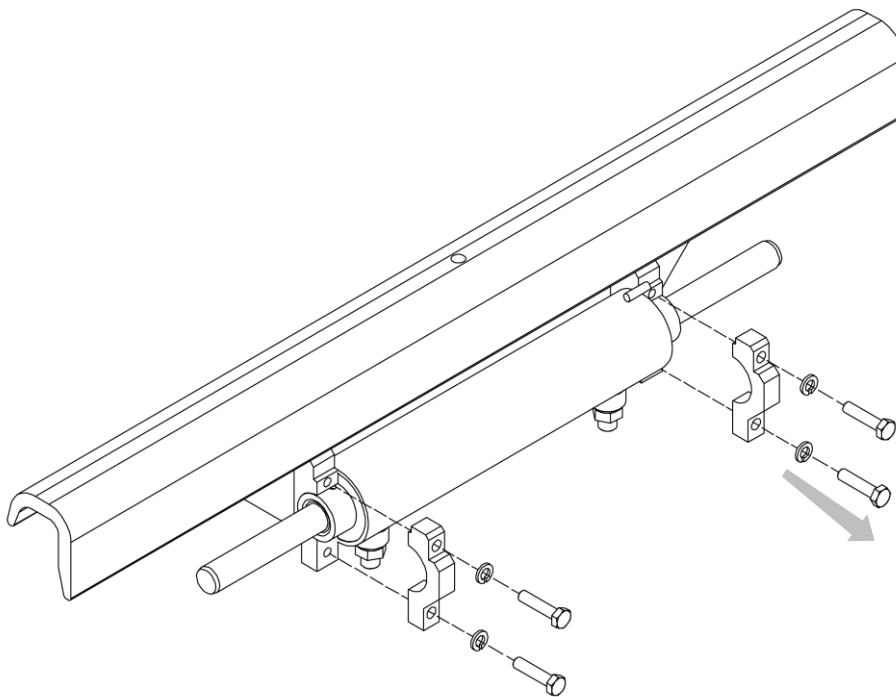

Figura 33
4. Prendere come riferimento la *Figura 33*.